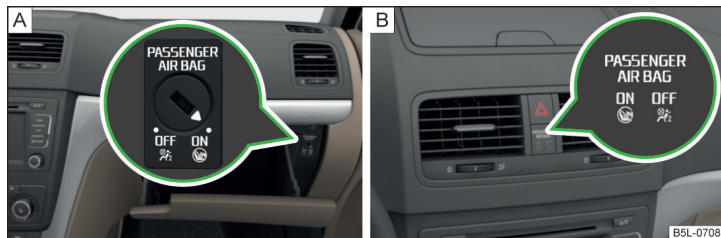

Fig. 15 Commutateur à clé pour l'airbag frontal du passager avant/témoin de désactivation de l'airbag frontal du passager avant
- › Le voyant **OFF**  » fig. 15 à la page 23 - B s'allume après avoir mis le contact.
- › À l'aide de la clé, amenez la fente du contacteur de l'airbag sur la position **OFF** » fig. 15 - A.
- › Vérifiez si, après avoir mis le contact, le voyant **OFF**  est allumé dans l'inscription **PASSENGER AIR BAG** » fig. 15 - B.
- › À l'aide de la clé, amenez la fente du contacteur sur la position **ON** » fig. 15 - A.
- › Vérifiez si, après avoir mis le contact, le voyant **ON**  est allumé dans l'inscription **PASSENGER AIR BAG** » fig. 15 - B.